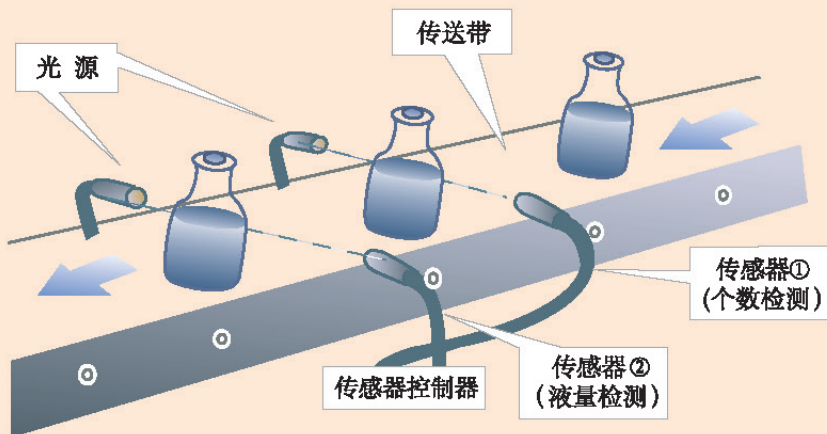

图4-6 自动检测瓶子个数及瓶子中液量的装置示意图
图4-6表示的是一个自动检测产品质量与数量的装置。该装置的传送带移动时，瓶子跟着移动。当瓶子移动挡住光源发出的光线时，传感器无光照射。此时，传感器会产生一个电信号传送给控制机构，记录下瓶子的个数；同样，瓶子中一定高度的液体挡住了光源时，传感器不受光，也会发出一个电信号给控制机构，用于检测液面高度是否满足要求。这样，该控制系统就可以自动地检测瓶子个数及瓶子中的液量。图4-6中的传感器①检测个数，传感器②检测液量。传感器代替了人的眼睛，实现了需要利用人的感官才能实现的功能。